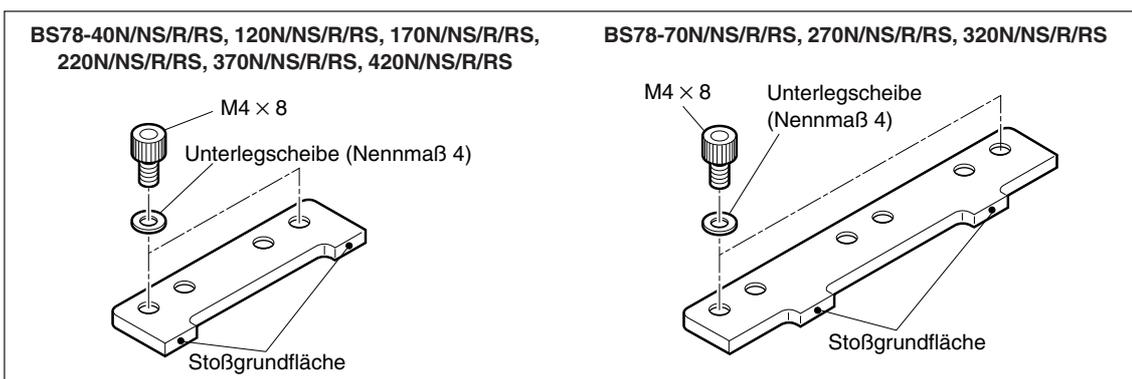

Abb. 3-9
- 4** Schieben Sie den Maßstab zwischen Maßstabsklammer und Montagefläche ein, während Sie seine Bezugsfläche (siehe Abb. 3-9) leicht gegen die Stoßgrundfläche drücken (Hinweis). Ziehen Sie die in der Abbildung mit A und B gekennzeichneten Schrauben der Maßstabsklammer schrittweise und abwechselnd an. (Verwenden Sie nur die linke Maßstabsklammer für Klammern mit zwei Schrauben, und die mittlere Maßstabsklammer für Klammern mit drei Schrauben.) (Endanzugsmoment: $1,4 \text{ N} \cdot \text{m}$)